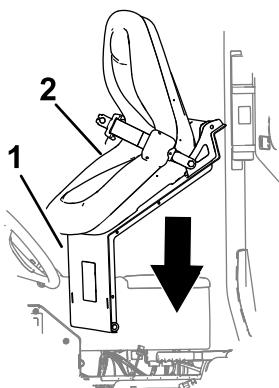

Figura 220
1. Alinhe o banco e a placa do banco ao chassis da máquina (Figura 220).